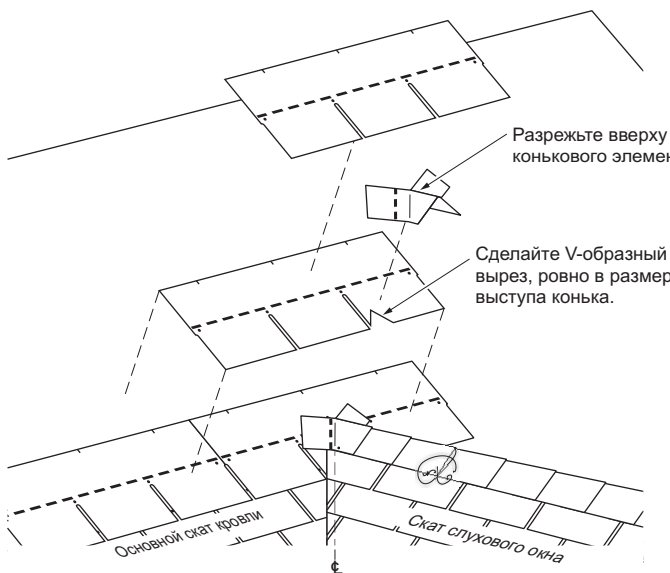

Рисунок 10. V-образный вырез должен точно соответствовать углам ендов и коньку.
6. Последний коньковый элемент разрежьте в верхней его части (рисунок 10) и установите ровно так, чтобы он ровно прилегал как к коньку слухового окна, так и к поверхности основного ската.